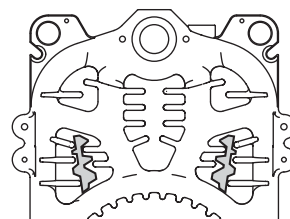

Abb. 8
3.3.1 Rauchgasseite des Kessels [Abb. 8]